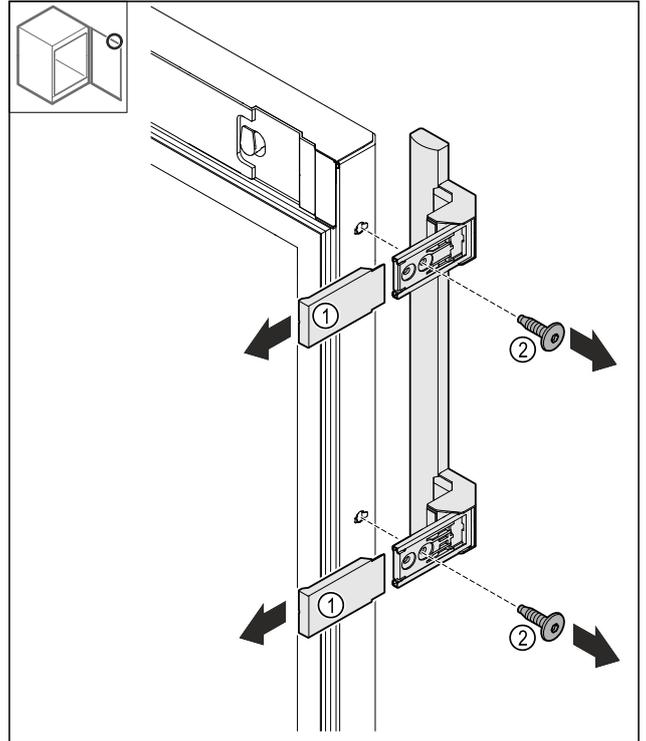

Fig. 25
- Retirez les caches Fig. 25 (1).
- Desserrer les vis Fig. 25 (2).